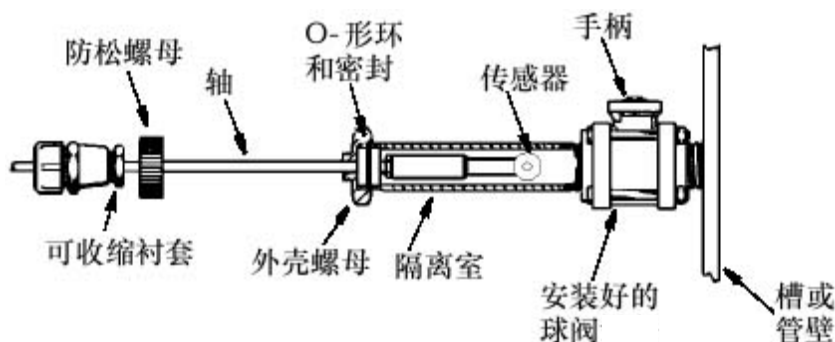

图 7. 球阀配件轴安装
3. 将传感器插到外壳隔离室内，直到 O-形环和密封垫在隔离室的端部就位（见图 7）。
5. 将球阀顶部的手柄（图 7）慢慢转到打开位置（根据手柄上箭头的指示）。